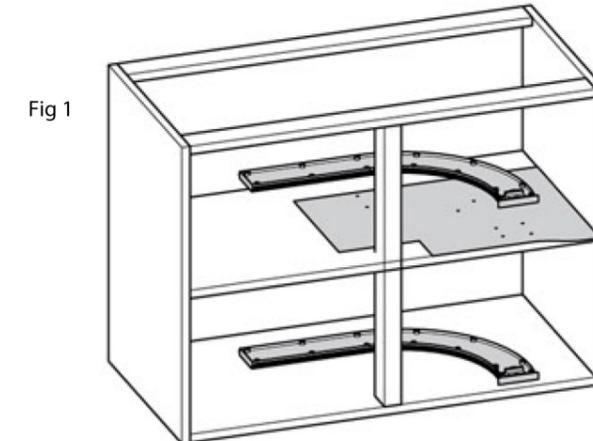

Fig 1
1) Utilice la plantilla de instalacion para colocar el rier inferior en el fondo del mueble (Fig.1)
Utilisez le gabarit de montage pour localiser le rail inférieur sur le fond du meuble. (Fig. 1)